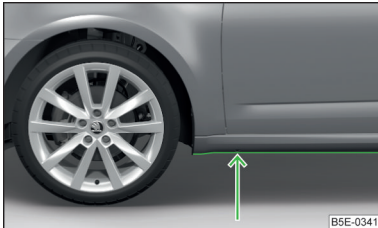

Abb. 250
- Daher vor einer Wasserdurchfahrt die Wassertiefe feststellen. Der Wasserstand darf maximal an die Unterkante des Unterholms reichen » **Abb. 250**.